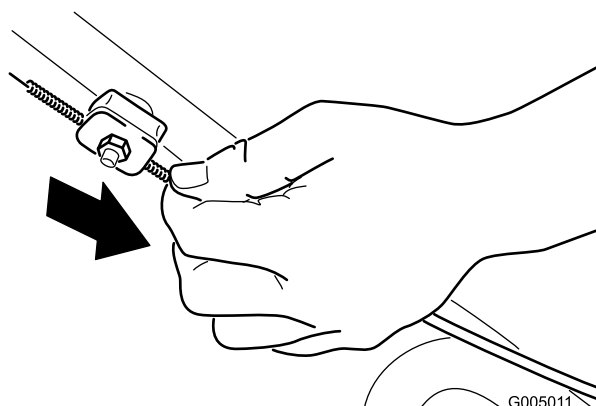

Figura 30
2. Tire hacia abajo de la cubierta del cable (hacia el cortacésped) hasta eliminar la holgura en el cable (Figura 30).